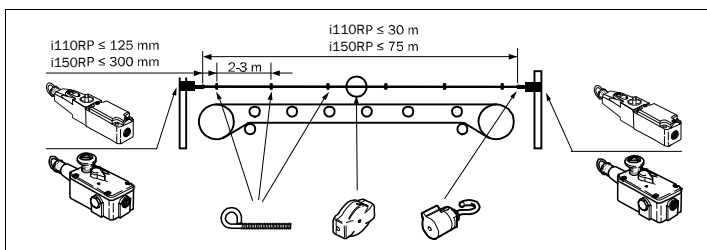
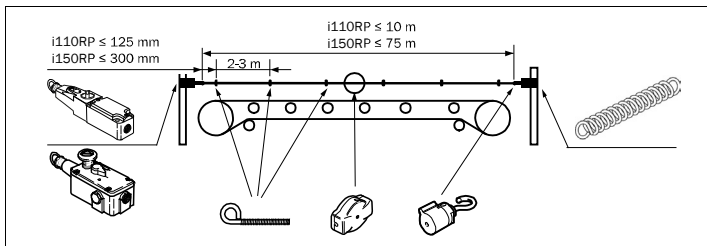

Fig. 2: Esempio di guida a fune e disposizione delle singole parti con 2 interruttori a fune
Fig. 3: Esempio di guida a fune e disposizione delle singole parti con 1 interruttore a fune e 1 molla di tensione.
⚠ Non superare le lunghezze massime delle funi (vedi Fig. 2 e Fig. 3). L'uso di una molla di tensione richiede una valutazione dei rischi.
- 2. Morsetto a corda in 2. Agganciare l'interruttore a fune. Per le funi di lunghezza inferiore a 10 m / 75 m, è possibile utilizzare una molla di tensione al posto del secondo interruttore a fune (da ordinare separatamente)(Fig. 3).